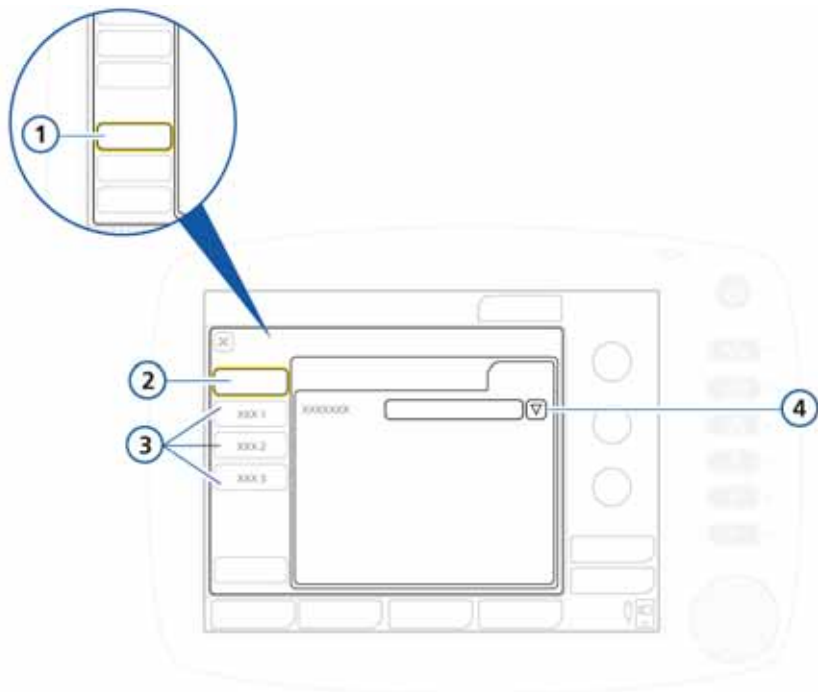

Рисунок I-15. Конфигурация настроек по умолчанию
1. В окне «Setups» (рис. I-15) откройте окно «Default setup».